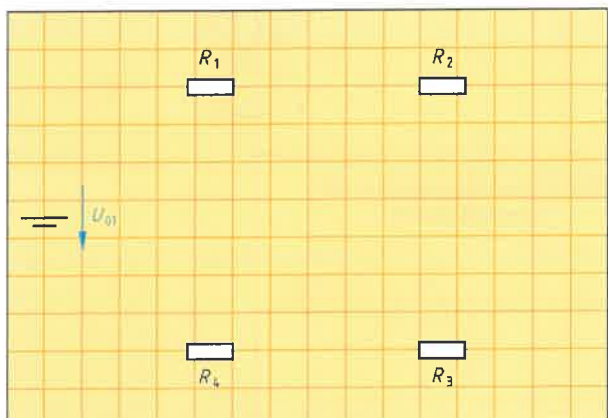

Bild 2: Reihenschaltung von vier Widerständen
a) Verbinden Sie die Bauelemente im **Bild 2** und tragen Sie für alle Teilspannungen U_1 bis U_4 und den Strom I die Bezugspfeile ein.